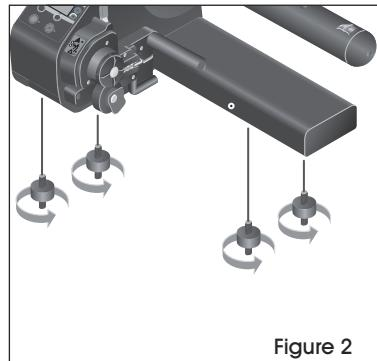

Figure 2
3. Fixez les vis en caoutchouc aux quatre trous en bas de l'appareil. (Voir Figure 2)